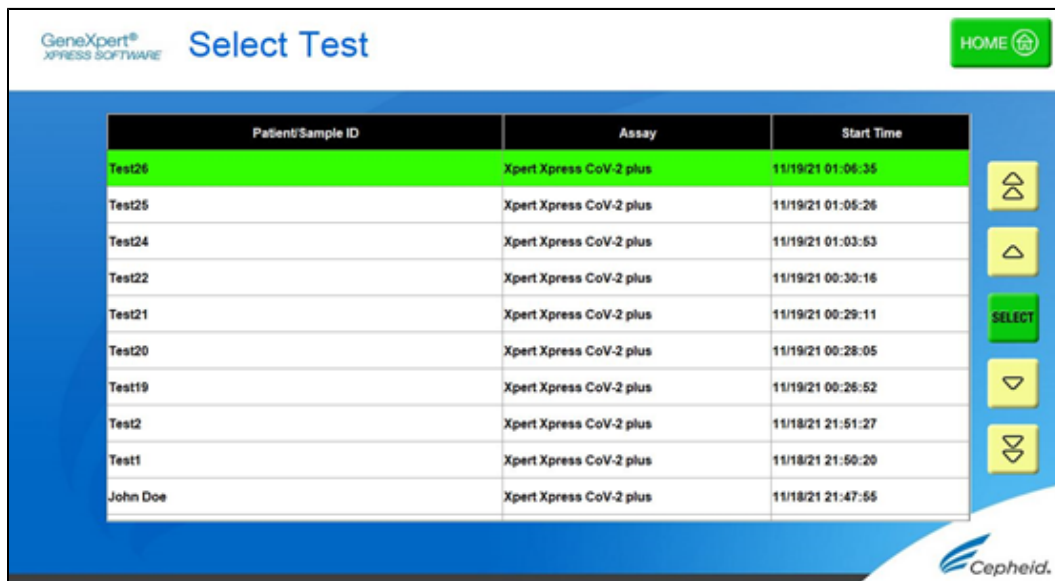

Figure 14. Bouton **SÉLECTIONNER (SELECT)**
3. Appuyez sur le bouton **SÉLECTIONNER (SELECT)** illustré dans la Figure 14 pour afficher les résultats.